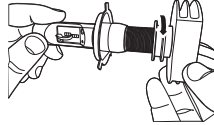

Abbildung 3
- Unscrew the heat sink from the LED4 headlight as shown in Figure 3.
- Schrauben Sie den Wärmeableiter vom LED4-Scheinwerfer ab, wie in Abbildung 3 gezeigt.